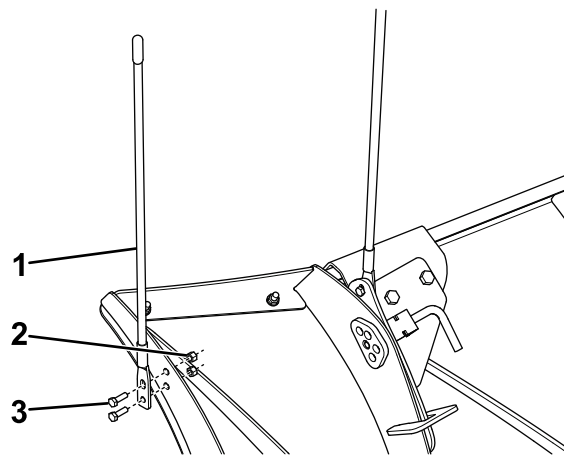

Figure 8
13. Fixez le guide-lame à l'aile au moyen de 2 boulons (5/16 po) et contre-écrous (Figure 8), puis serrez les boulons à 19 N·m (14 pi-lb).